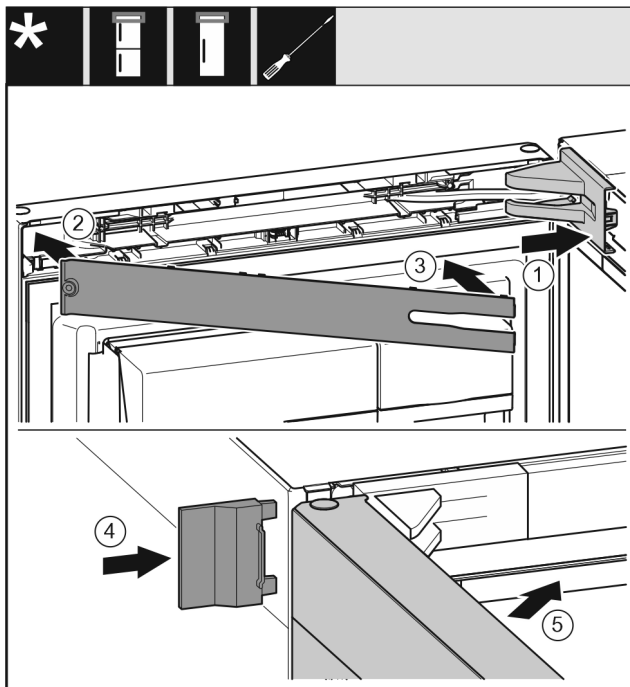

Fig. 22
- ▶ Poser et enclencher le cache du support de palier, l'introduire en appuyant délicatement. *Fig. 22 (1)*
- ▶ Poser le cache. *Fig. 22 (2)*
- ▶ Incliner le cache et l'enclencher. *Fig. 22 (3)*
- ▶ Enfiler le cache extérieur. *Fig. 22 (4)*
- ▶ Fermer la porte supérieure. *Fig. 22 (5)*